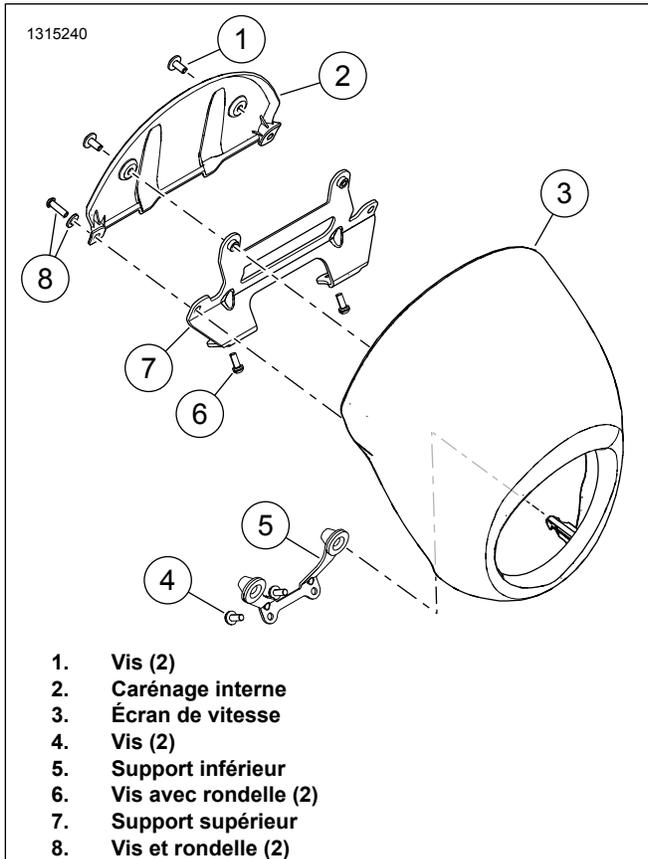

Figure 2. Écran de vitesse du FXLRS
1. Consultez Figure 2 . Retirer l'écran de vitesse
- a. Retirer les vis et rondelles (8).
- b. Tirer l'écran de vitesse (3) hors du support supérieur (7).
- c. Tirer l'écran vitesse à l'écart du support inférieur (5) pour retirer les montants des œillets.
- a. Enlevez les vis (1).
- b. Retirer le carénage interne (2).
- a. Enlevez les vis (6).
- b. Retirer le support supérieur (7).